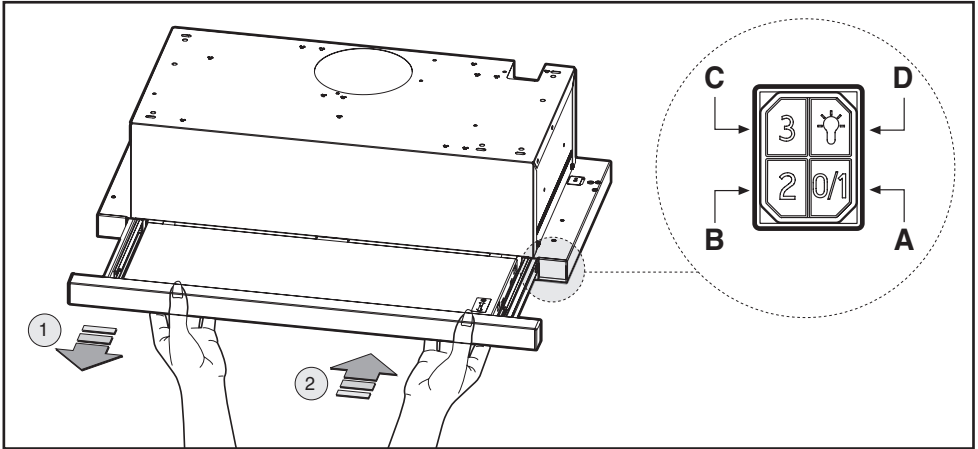

Fig.9.2
• **Comandi meccanici (Fig.9.2)** la simbologia è di seguito riportata: